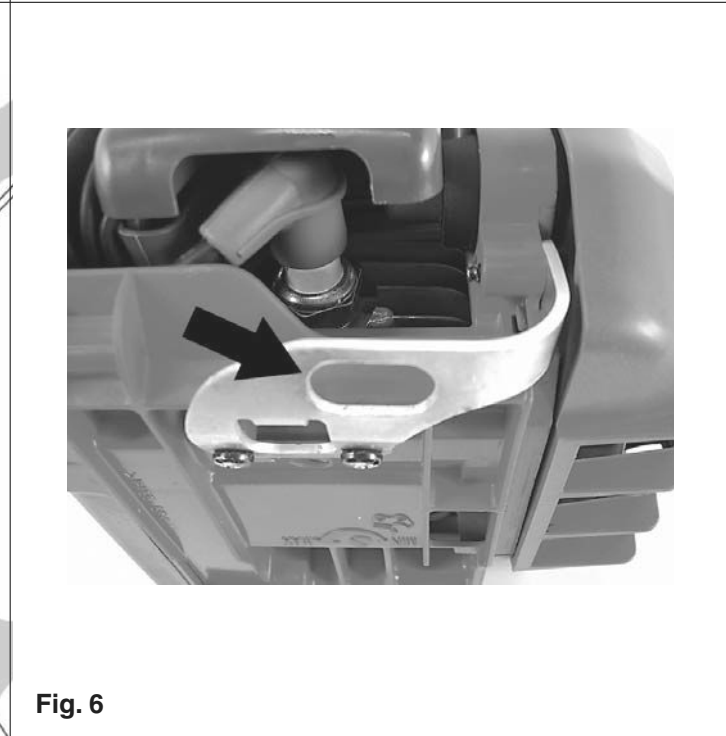

Fig. 6
- fixe o cinto plano ao ponto de engate da parte traseira da moto-serra (Fig. 6);